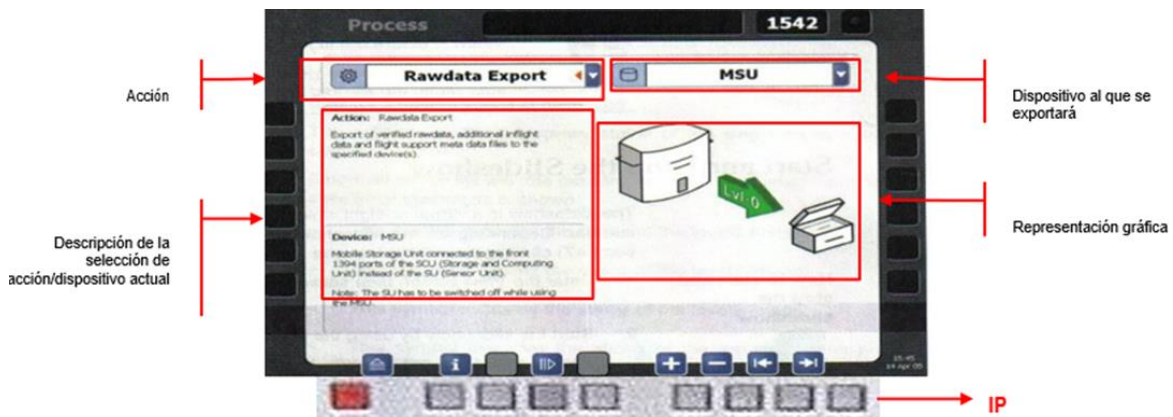

Figura 31. Ventana –Select Process.
Se despliega la ventana Process. Los botones de control para la manipulación de los parámetros están disponibles desde el panel de interfase (IP), Figura 31 y Tabla 20 y 21.